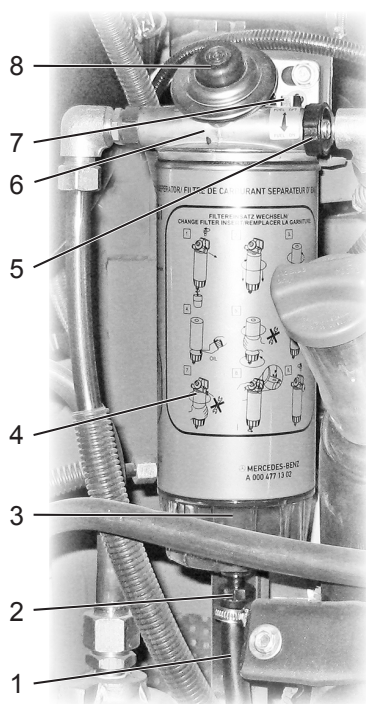

Рисунок 4.1.2.2 – Фильтр грубой очистки топлива с водоотделителем
- установить под шланг слива отстоя 1 (рис. 4.1.2.2) емкость;